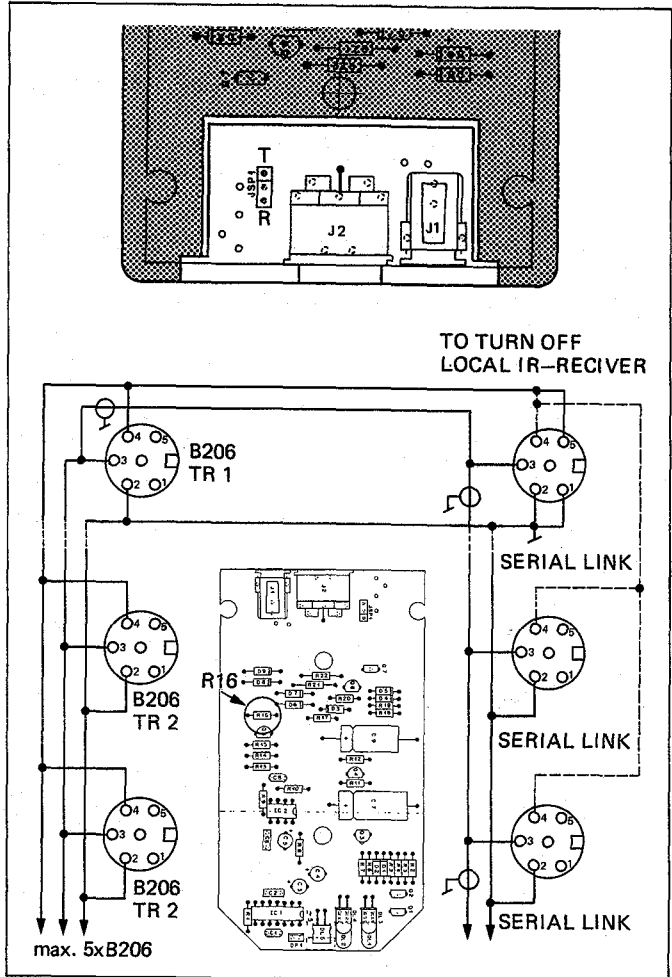

Fig.4.1
2. DIN-Stecker für den B206-Transceiver und die SERIAL LINK-Buchse nach Fig.4.1 verdrahten.
* Bei allen Geräten mit SERIAL LINK kann der geräteinterne IR-Empfänger ausgeschaltet werden. (Im Stecker Pin4 mit Pin5, sowie Pin1 mit Pin2 verbinden. Vorsicht bei parallel geschalteten Geräten: siehe Fig. 4.1).